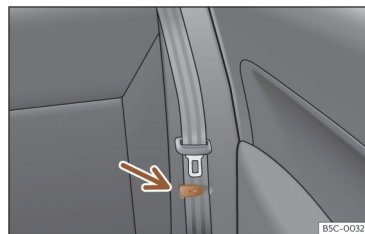

Fig. 97 Banco traseiro: pinça para fixar o cinto de segurança.
- Coloque os cintos de segurança laterais no suporte do revestimento >>> **Fig. 97**.